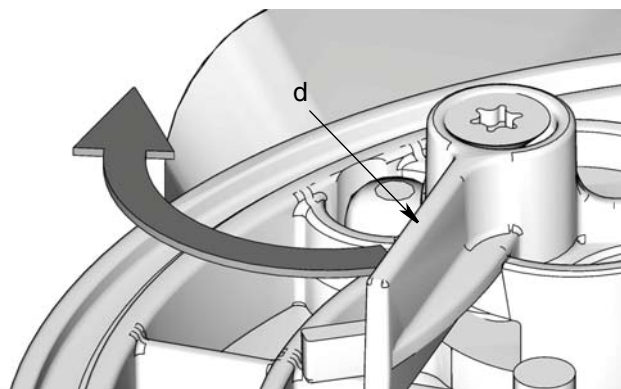

FIG. 9
NOTA: Si hay instalada una paleta de bajo nivel (d) para prevenir daños, sujete la paleta de bajo nivel en su posición completamente extraída mientras instala la paleta agitadora (FIG. 9).
1. Verifique que la paleta de bajo nivel (d) se encuentre en su posición completamente extraída como se muestra en FIG. 9.